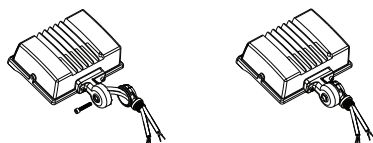

Fig. 2
- 3.) Desserrez la vis centrale du support de montage et ajustez l'angle désiré. Serrez la vis (**Fig. 2**).